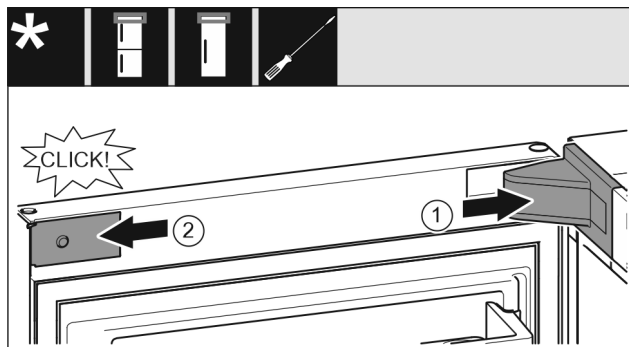

Fig. 23
- ▶ Nasadte a zaklapněte kryt stojanu ložiska, příp. opatrně odtlačte od sebe. Fig. 23 (1)
- ▶ Z boku nasadte záslepku a zaklapněte. Fig. 23 (2)